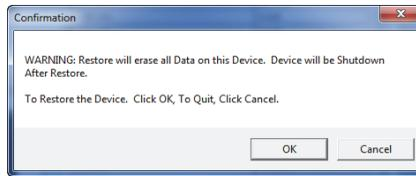

Figura 7-30 Cuadro de diálogo Confirmation para confirmar la restauración
4. Cuando el cuadro de diálogo **Confirmation** aparece (ver la Figura 7-30 en la página 234), haga clic en el botón **OK** para iniciar el proceso de restauración.